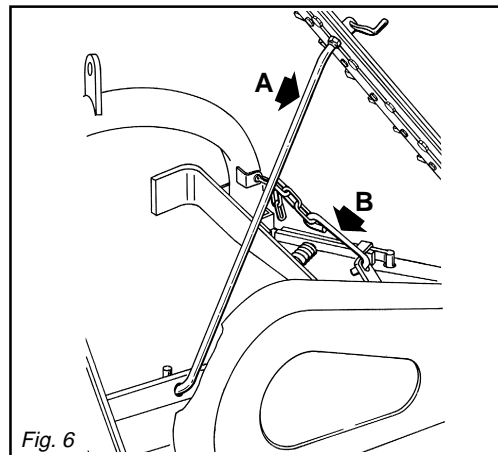

Fig. 6
- 34)** Per la fase di trasporto, regolare e fissare le catene dei bracci laterali di sollevamento del trattore; alzare la barra falciante; assicurarla con il tirante di aggancio (A, Fig. 6); infilare il gancio di sicurezza (B, Fig. 6 and 7); coprire le lame taglienti e la scarpa esterna con le apposite protezioni; sollevare l'attrezzatura; mettere in posizione di blocco la leva di comando del sollevatore idraulico.
- 34)** Fix the dide lift links with the relative chains and idlers during the transport phase; raise the cutter arm; fix it in place with the rod (A, Fig. 6); insert the safety hook (B, Fig. 6 and 7); cover the cutters and outer skid with the relative guards; raise the mowing bar; set the control lever of the hydraulic lift to the locked position with the implement raised.
- 34)** Beim Transport müssen die seitlichen Lenker mit den Stabilisierungsketten und Spannvorrichtungen befestigt werden; wird den Balken hochgestellt; mit dem Zughaken (A, Abb. 6) absichern und den Sicherheitshaken (B, Abb. 6 und 7) einrasten lassen; die Mähmesser und den Außenschuh mit den jeweiligen Schutzvorrichtungen abdecken; beim Strößentransport mit ausgehobenem Anbaugerät ist der Schalthebel des Krafthebers in die blockierte Stellung zu setzen.
- 34)** Lors du transport, fixez les barres de relevage par les chaînes et tendeurs; soulever la barre de coupe; accrochez-la au moyen du tirant (A, Fig. 6); mettez aussi le crochet de sécurité (B, Fig. 6 et 7); couvrez les lames de coupe et le sabot extérieur au moyen des protections; soulever la faucheuse; mettez le levier de commande du relevage hydraulique en position de blocage.
- 34)** En la fase de transporte, fijar con las relativas cadenas y tensores los brazos laterales de elevación; levantar la barra; bloquearla con el tirante de enganche (A, Fig. 6); insertar el gancho de seguridad (B, Fig. 6 y 7); cubrir las hojas de las cuchillas y la galga externa con las relativas protecciones; poner en posición de bloqueo la palanca de mando del elevador hidráulico.